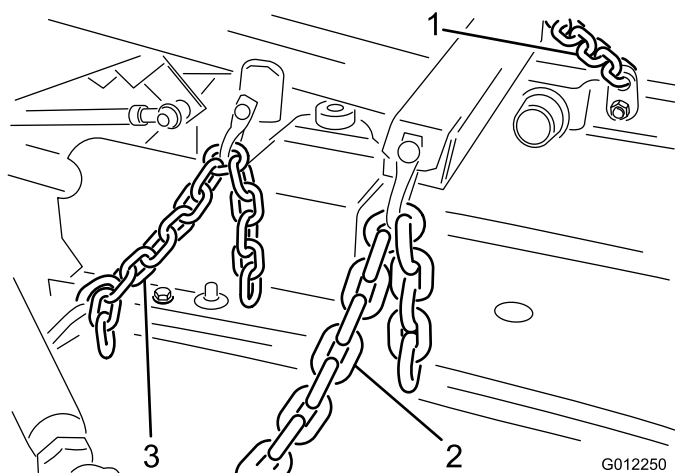

図 9
1. 昇降アームとカッティングユニットのチェーンブラケットに昇降チェーンを取り付ける；シャックル6個、シャックルピン（3/8 x 1-1/2 インチ）、コッターピン（1/8 x 3/4 インチ）を使用する（図 9）。カッティングユニットが適切に昇降できるように、チェーンを固定するリンクは以下のものを使用する：